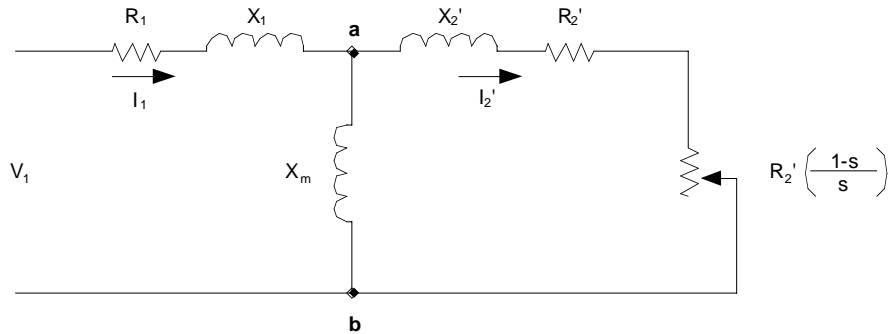
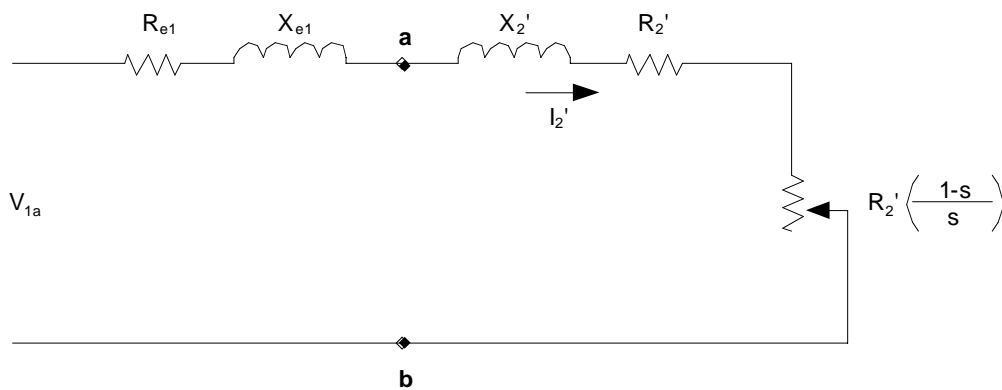

Figura 2.
Figura 3
red original cuando estas terminales están en circuito abierto; la impedancia Z es la que se ve desde los mismos terminales cuando se ponen en cortocircuito todas las fuentes voltaje dentro de la red. Para la aplicación del circuito equivalente de la máquina de inducción, se toman los puntos a y b como los designados así en la Figura 2., Entonces el circuito equivalente asume las formas que aparecen en la Figura 3, en donde se ha empleado el teorema de Thevenin para transformar la red a la izquierda de los puntos a y b en una fuente equivalente de voltaje V_{1a} en serie con una impedancia equivalente $R_{e1} + jX_{e1}$.
Según el teorema de Thevenin, la fuente equivalente de voltaje V_{1a} es el voltaje que aparecería entre las terminales a y b de la Figura 2 estando abiertos los circuitos del rotor, y es
es la reactancia propia del estator por fase, que es aproximadamente igual a la componente reactiva de la impedancia de la máquina a cero carga. Para la mayor parte de máquinas de inducción, se obtiene un error muy pequeño si se omite la resistencia del estator en la ecuación (1). La impedancia equivalente de Thevenin del estator $R_{e1} + j X_{e1}$ es la que hay entre las terminales a y b de la figura 2 vista hacia la fuente, con el voltaje de la fuente en cortocircuito, y por lo tanto es
Del circuito equivalente de Thevenin (Figura 3) y de la expresión de torque, se obtiene